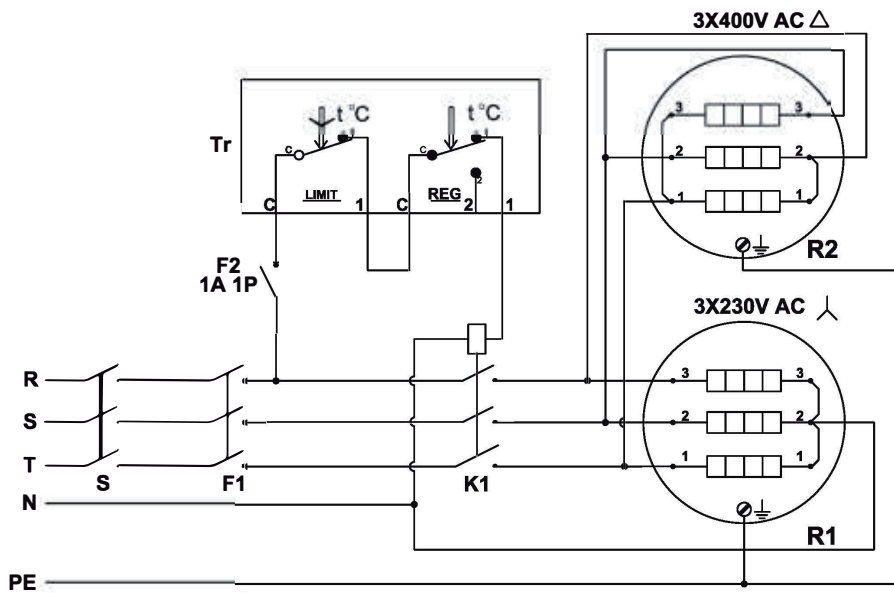

Fig 8
- Трифазна напруга живлення - підключення типу „зірка“ + з'єднання типу „трикутник“ – Fig.8 при використанні комбінації нагрівачів 7,5кВт/12кВт і 3кВт/4.5 кВт/6кВт.